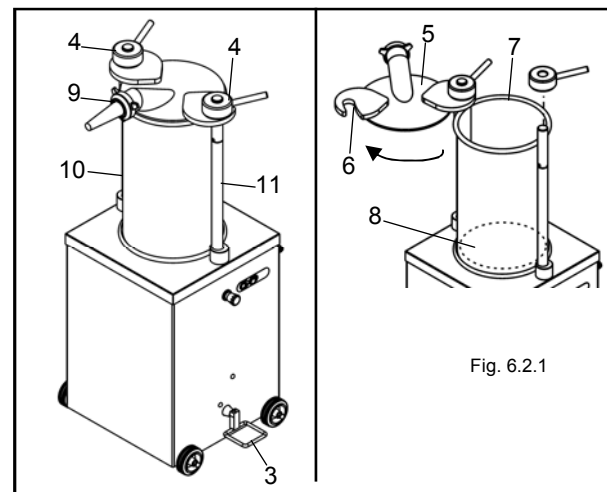

Fig. 6.2.1
- Después de haber conectado la máquina a la línea eléctrica, pulsar el botón de arranque "1" fig. 6.2.1 .
- Aflojar algunas vueltas las tuercas de bloqueo "4" del la tapa. Levantar la tapa y girarla lateralmente como se indica en la fig. 6.2.1.
- Después de haber elegido y montado el embudo de salida en el anillo "9", fig. 6.2.1 pulsar el botón de arranque "1".
- Cuando se ha acabado la masa untrroducida en el cilindro, levantar el pedal (fig. 6.2.1) para llevar el émbolo a la posición inicial.
Quitar la tapa desenroscando las tuercas de bloqueo "4" fig. 6.2.1. y limpiar la máquina sacando los restos de masa.
Sacar el cilindro levantándolo perpendicularmente a los dos pernos "10" y "11" fig. 6.2.1.
Montar todo nuevamente y luego ajustar con la palanca "4" la tapa "5" en el cilindro "7" (fig. 6.2.1).
Si es necesario desmontar el émbolo "8" (fig. 6.2.1) efectuar los siguientes pasos: